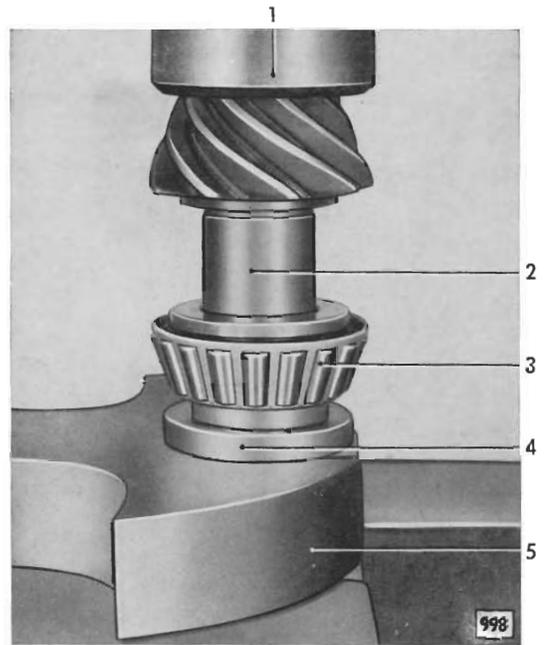

Bild 74 - Inneren Laufring mit Kegelkäfig des inneren Lagers auf Antriebkegelrad aufpressen
- Inneren Laufring (74/3) mit Kegelkäfig des inneren Lagers mit Aufpreßring (74/4) von S-1205 unter Presse auf Antriebkegelrad aufpressen (Bild 74). Dabei Antriebkegelrad mit Aufpreßring in passende Aussparung einer Abdrückplatte (74/5) einsetzen.